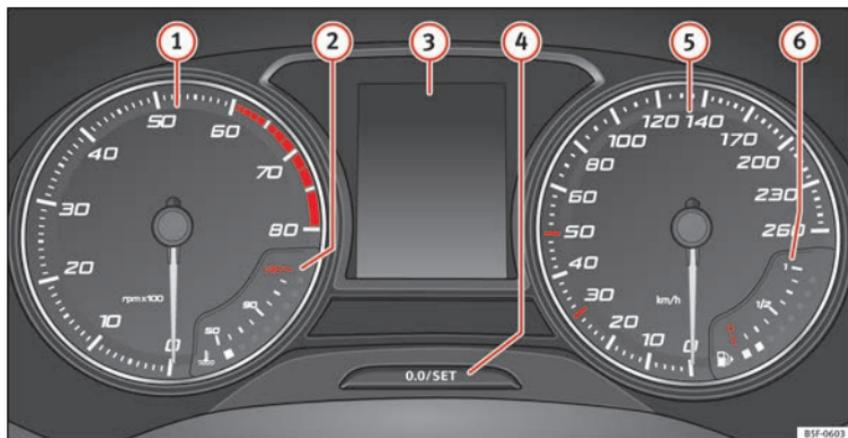

Abb. 120 Display des Kombi-Instrumentes in der Instrumententafel.
» **Abb. 120:**
Der Drehzahlmesser zeigt die Motordrehzahl pro Minute an » **Abb. 120** ①.
Die Nadel des Drehzahlmessers ① » **Abb. 120** darf den roten Bereich nur für einen kurzen Moment erreichen, andernfalls besteht die Gefahr eines Motorschadens.
Beim Einschalten der Zündung können auf dem Display des Kombi-Instruments » **Abb. 120** ③ je nach Fahrzeugausstattung verschiedene Informationen angezeigt werden:
- Drücken Sie kurz die Taste »» **Abb. 120** , um den Tageskilometerzähler auf 0 zurück zu setzen.
- Zum Einstellen der Uhrzeit die Taste »» **Abb. 120**  länger als 3 Sekunden gedrückt halten, um die Anzeige für Stunden oder Minuten auszuwählen.
Die Taste »» **Abb. 120**  länger als 15 Sekunden gedrückt halten, um die Motorkennbuchstaben (MKB) des Fahrzeugs anzuzeigen. Dazu muss die Zündung ein- und der Motor ausgeschaltet sein.
Die Kühlmitteltemperaturanzeige **②** » **Abb. 120** arbeitet nur bei eingeschalteter Zündung. Um Motorschäden zu vermeiden, beachten Sie bitte die folgenden Hinweise zu den Temperaturbereichen.